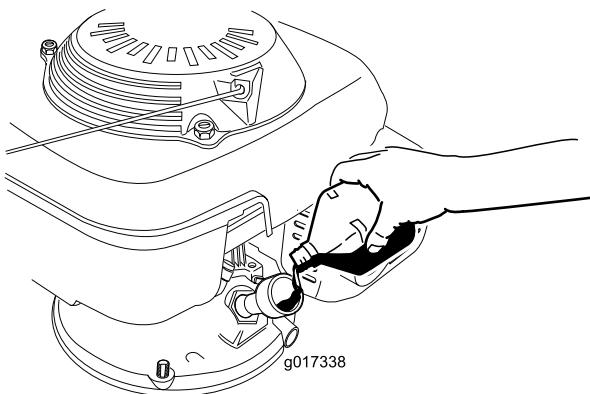

Figura 8
3. Lentamente deite óleo no orifício de enchimento do óleo, aguarde 3 minutos e verifique o nível do óleo na vareta ao limpar a vareta e, depois, introduza, mas sem a apertar, a tampa no orifício de enchimento do óleo (Figura 8).